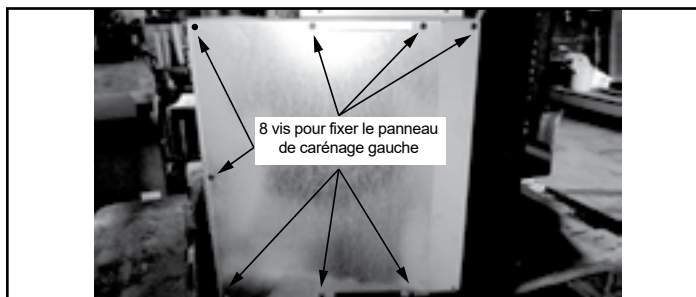

Figure 21.4
7. Fixez le panneau de carénage gauche à l'aide des huit vis (**Figure 21.4**).